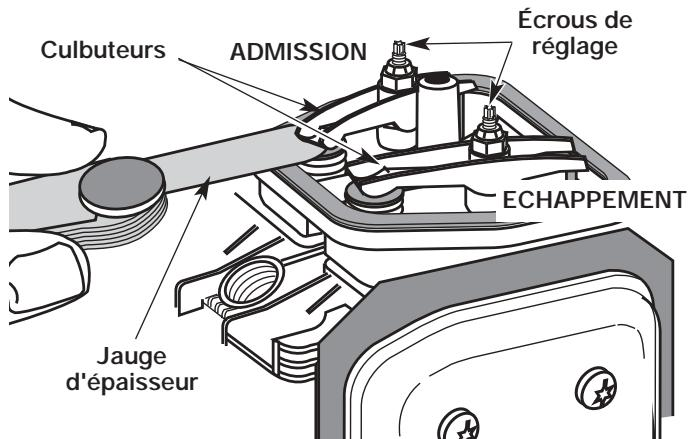

Figure 54
9. Glissez la jauge d'épaisseur entre le culbuteur et le ressort de rappel de la soupape. Mesurez le jeu entre la tige de soupape et le culbuteur (Fig. 54). Faites-le pour les soupapes d'admission et d'échappement.
LL'écart de jeu recommandé pour l'admission et l'échappement est de 0,076 – 0,152 mm (0,003 – 0,006 po). Servez-vous d'une jauge d'épaisseur d'automobile standard de 0,127 mm (0,005 po). La jauge d'épaisseur devrait pouvoir glisser entre le culbuteur et la tige de soupape en rencontrant une faible résistance mais sans coller (Fig. 54).